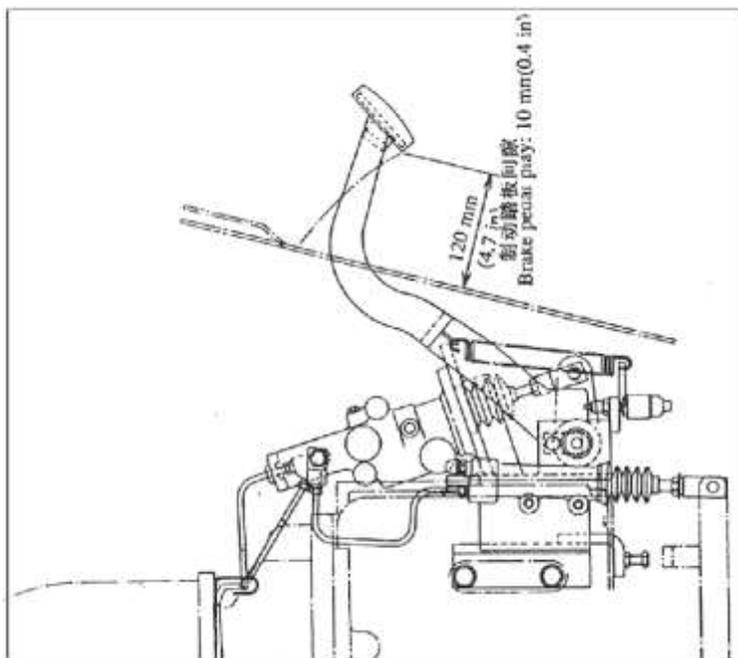

Fig.4-23
- (1) Encurtar a mestre cilindro Empurre Cajado devidamente.
- (2) Ajuste a altura do pedal com o parafuso limitador conforme mostrado na Fig.4-23.
- (3) Guardando a pedal pressionado 30mm, ampliar a Empurre Cajado tão que a Está fim contato apistão do cilindro mestre.
- (4) Apertar a Empurre Cajado trancar porca.
(1) Depois de fazer certo que a freio pedal altura é Como indicado no Fig.4-23, solto acontraporca do interruptor do freio.
(2) Retirar a freio trocar liderar arame a partir de a conector.
(3) Virar a troque assim que o tamanho no “A” é 1 mm.
(4) Certifique-se de que as lâmpadas de freio acendem quando o pedal do freio é pressionado 30 mm.4-7-7 SANGRAMENTO DE AR